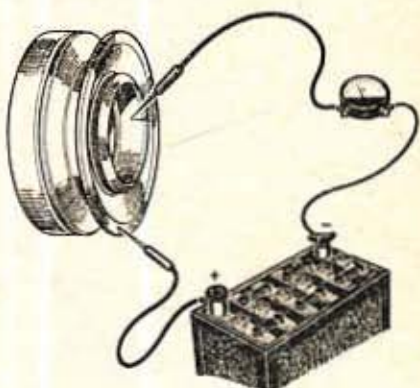

Fig. 27. — Contrôle de l'électro-aimant
- Contrôler l'électro-aimant avec un ampèremètre en plaçant une électrode à l'intérieur du collecteur et l'autre sur le corps de la poulie (fig. 27).